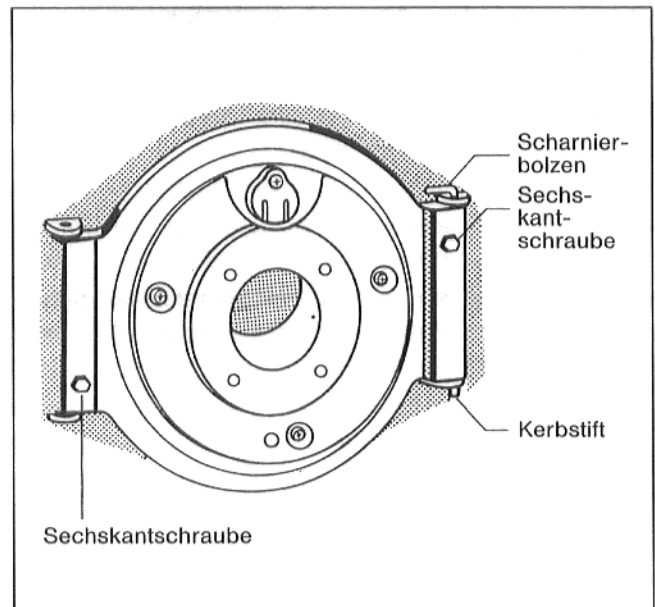

Abb. 20 – Prinzipabbildung
- Tür öffnen und Scharnierbolzen herausziehen (Abb. 20).
- Kerbstift in der Brennertür von rechts nach links wechseln (Abb. 20).
- Brennertür schließen und mit Sechskantschrauben verschrauben – Anzugsmoment ca. 10 max. 15 Nm (Abb. 20).